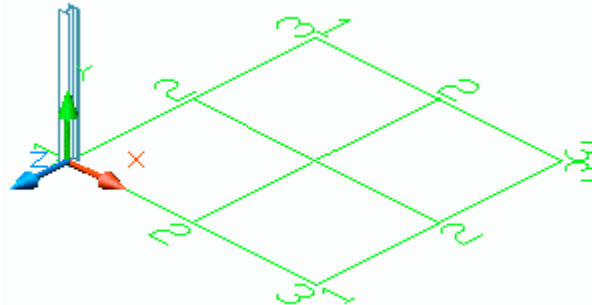

Abbildung 70: Träger HEA 400
- Aktivieren Sie ein geeignetes BKS (siehe Abbildung 70)
- Wählen Sie ein Benutzerkoordinatensystem, wie in Bild 70 dargestellt.